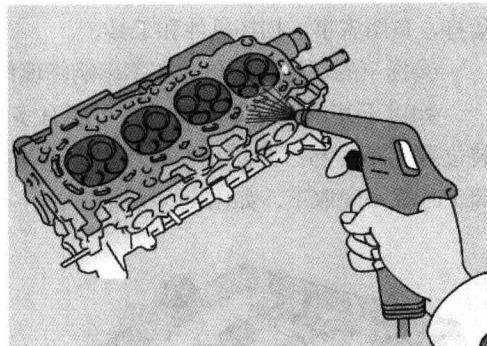

图1-6 用压缩空气吹干零件表面
(1) 对金属零件的清洗。
①冷洗法。用柴油、汽油或煤油作为清洗剂，清洗后用压缩空气吹干，如图 1-6 所示。此法简便易行，但成本较高。